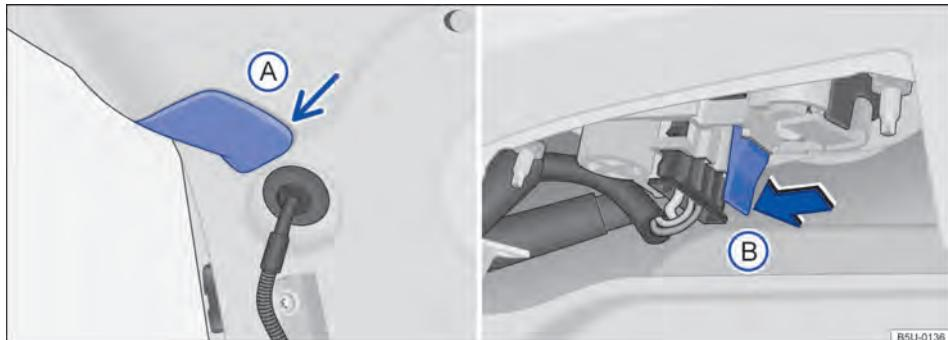

Fig. 111 Na tampa traseira: remover a cobertura e suporte das lâmpadas.
3. Com o auxílio de uma chave de fenda, remover cuidadosamente a cobertura  → Fig. 111 na tampa.
4. Para destravar o suporte das lâmpadas, pressionar a lingueta de travamento  → Fig. 111 e puxar o suporte das lâmpadas para fora.